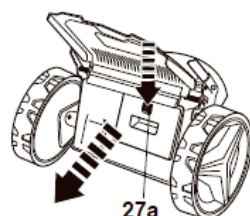

Fig. 15
2. Enfoncer le bouton de déverrouillage (27a) pour libérer et retirer l'insert de mulching (27) (Fig. 15).